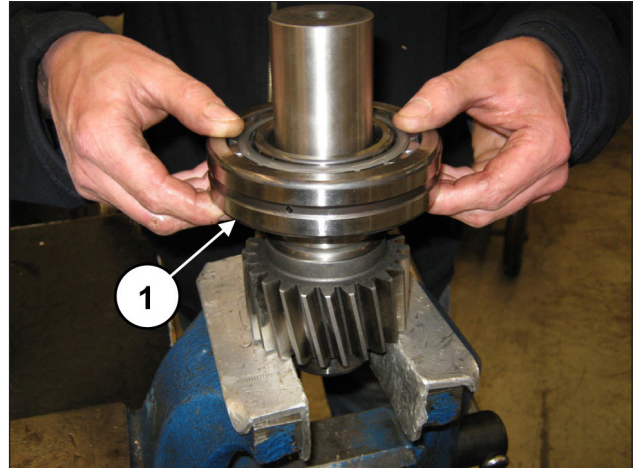
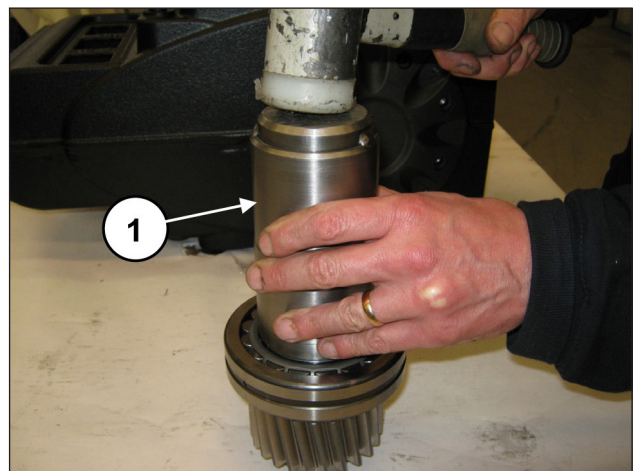

Abb. 81
Abb. 82
Montieren Sie auf der anderen Seite vorläufig das Lager  $55 \times 120 \times 29$  (Pos. ①, Abb. 81) bis auf Anschlag. Verwenden Sie hierzu das Werkzeug Art. 27604800 (Pos. ①, Abb. 82).